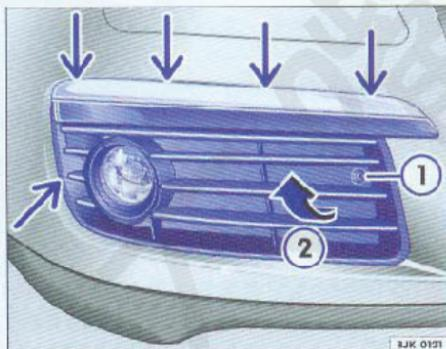
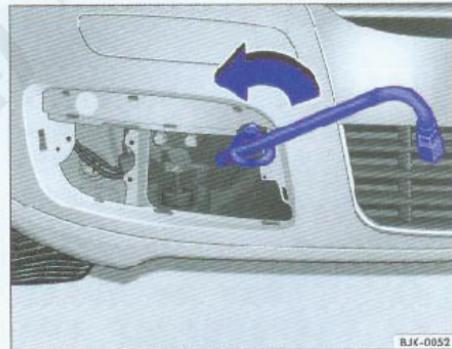

图36 汽车右前侧：拆卸罩盖
图37 汽车右前侧：安装牵引环
- 用螺丝刀拆下螺钉①⇒图36。▶
- 双手抓住罩盖并按箭头②的方向前拉。从前箭头所示的保持架上小心松开罩盖。
- 将牵引环逆时针拧入螺纹孔⇒图37。